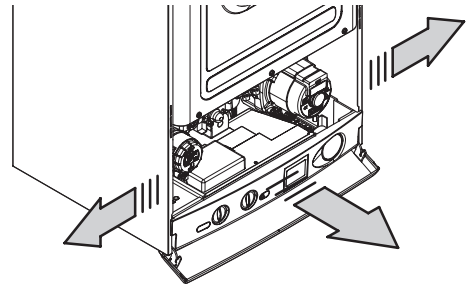

Fig. 5.24
- Spostare i pannelli laterali e estrarre frontalmente il pannello comandi per accedere alla morsettiera di alimentazione Fig. 5.24.